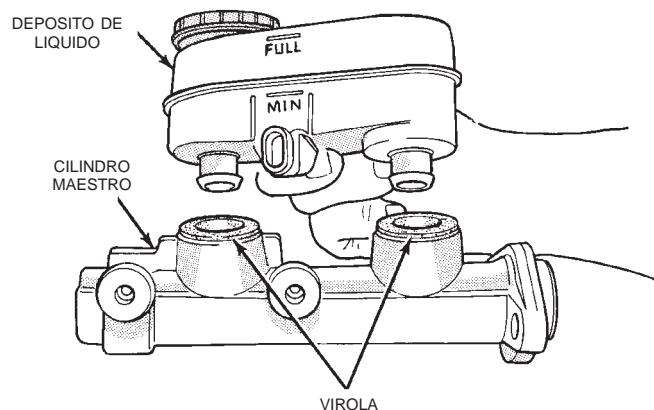

Fig. 166 Desmontaje del depósito de líquido del cilindro maestro
(3) Sacuda el depósito de líquido de frenos de un lado al otro al mismo tiempo que tira hacia arriba para retirar el depósito de la cubierta del cilindro maestro (Fig. 166).
(4) Retire las virolas de la cubierta del cilindro maestro al depósito de líquido de frenos.
(5) Instale virolas de sellado nuevas entre la cubierta del cilindro maestro y el depósito de líquido de frenos (Fig. 166) en la cubierta del cilindro maestro.
(6) Lubrique la zona de instalación del depósito con líquido de frenos limpio y nuevo. Coloque el depósito en posición sobre las virolas. Asiente el depósito en las virolas mediante un movimiento de balanceo, al mismo tiempo que hace presión firme sobre el depósito de líquido.
(7) Asegúrese de que el depósito esté correctamente instalado.
(8) Asegúrese de que la parte inferior del depósito toque la parte superior de la virola.